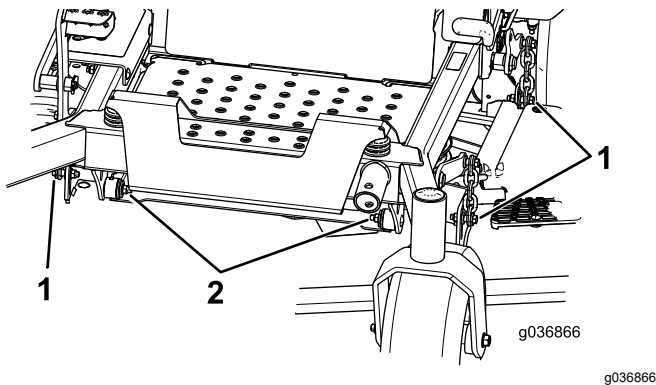

Figura 86
8. Retire y guarde los pernos y las tuercas de ambos lados de la máquina (Figura 86).